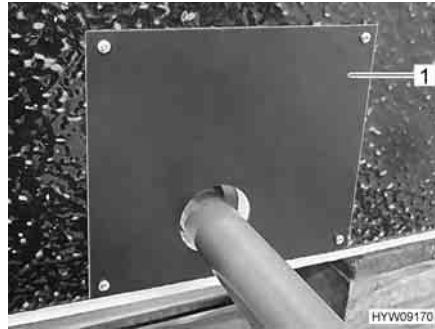

Fig. 202 Copertura del serbatoio delle acque grigie
- Rimuovere la copertura (Fig. 202,1) del serbatoio delle acque grigie.
- Posizionare la copertura (Fig. 202,1).